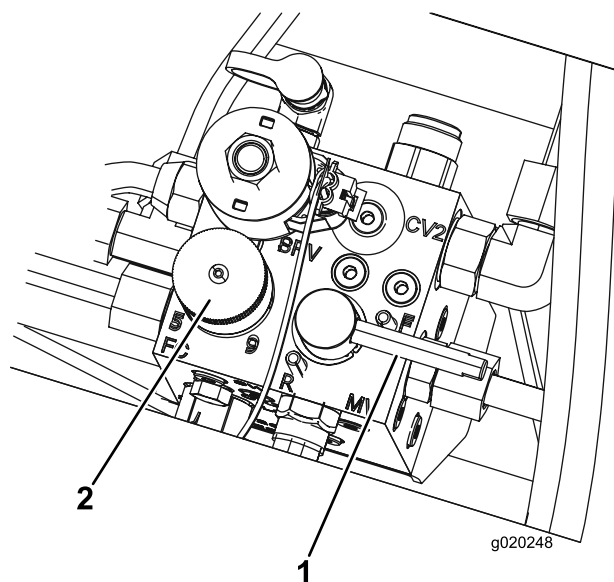

Рисунок 83
5. Установите регулятор скорости барабана в положение 1 (Рисунок 83).
6. Установите рычаг заточки обратным вращением в положение R (обратное вращение) (Рисунок 83).